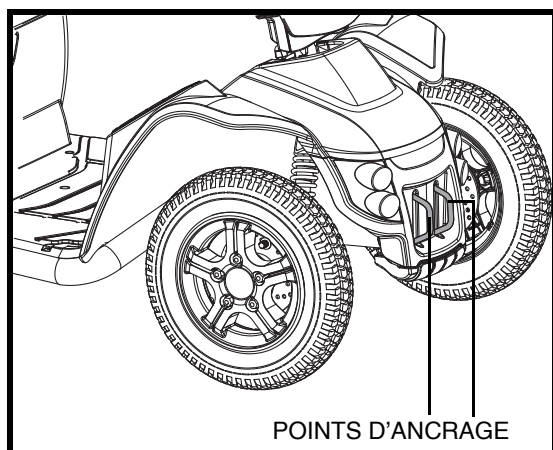

Figure 10. Points d'ancrage avant
Le scooter doit toujours être ancrés face à l'avant du véhicule. Fixez les quatre (4) courroies aux points d'ancrage désignés sur le scooter. **Voir les figures 10 et 10A.** Serrez-bien les courroies pour retirer le jeu excessif. N'attachez jamais le scooter par ses composants réglables ou mobiles tels que les accoudoirs, capots ou roues. Ces articles devraient être enlevés. Positionnez les points d'ancrage arrière des courroies directement derrière le scooter. Les points d'ancrage avant sont disposés plus loin de chaque côté du scooter afin d'augmenter la stabilité latérale.